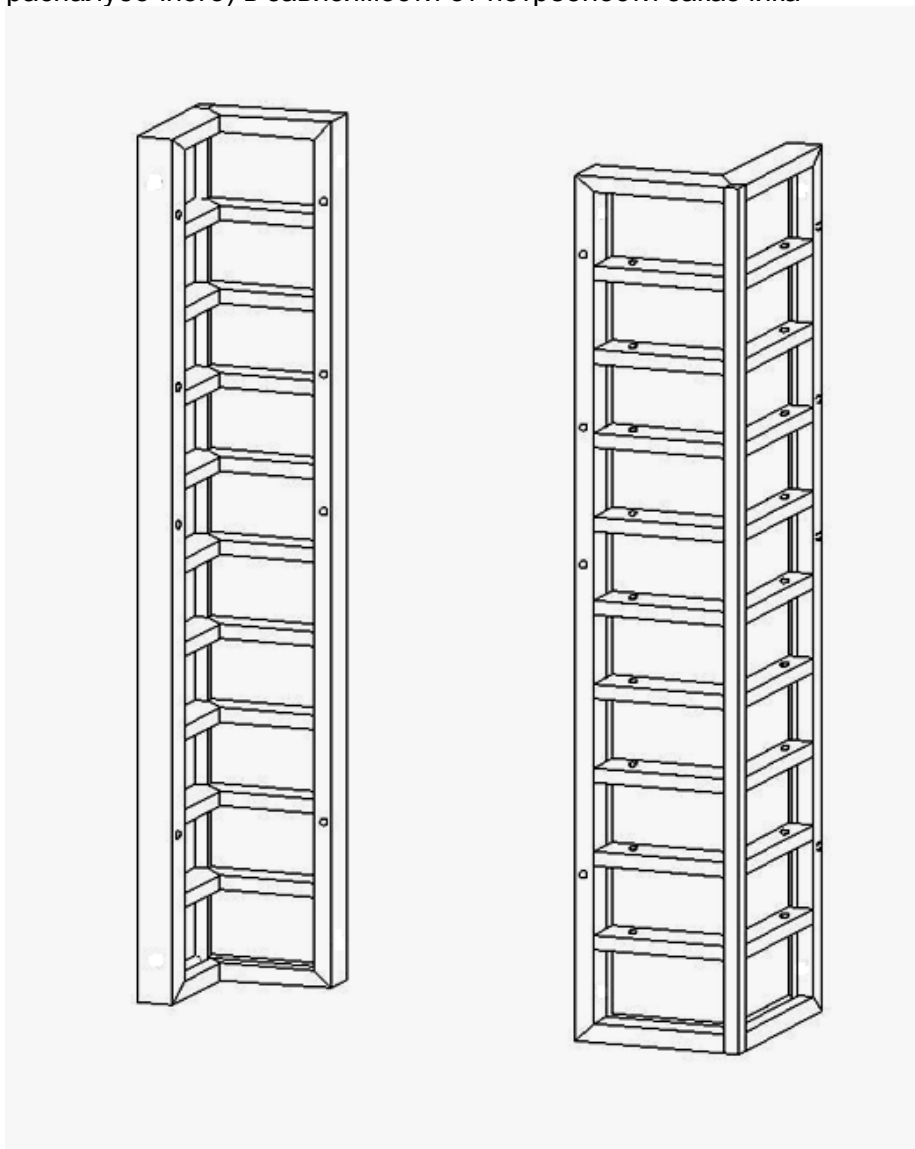

Рис.4 Угловой внутренний и наружный щиты.
3) Щит угловой внутренний (рис.4а)
4) Щит угловой наружный (рис.4б)